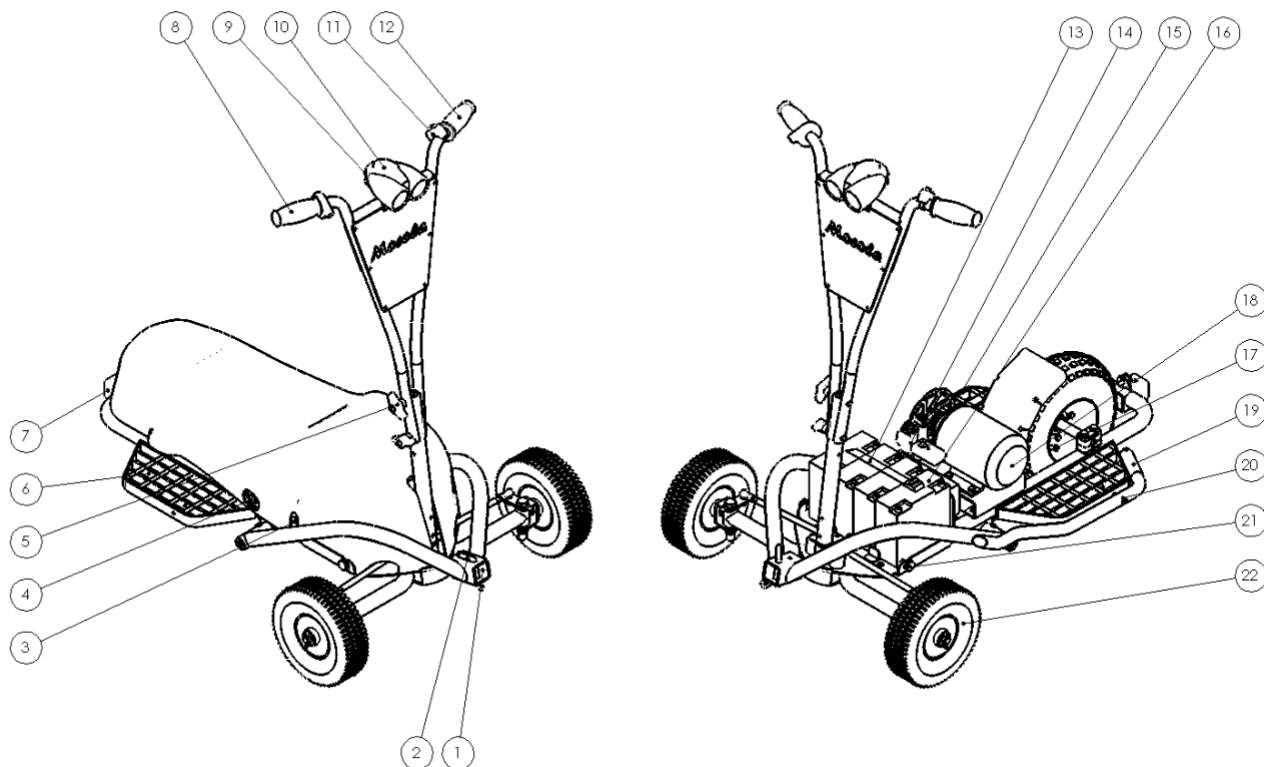
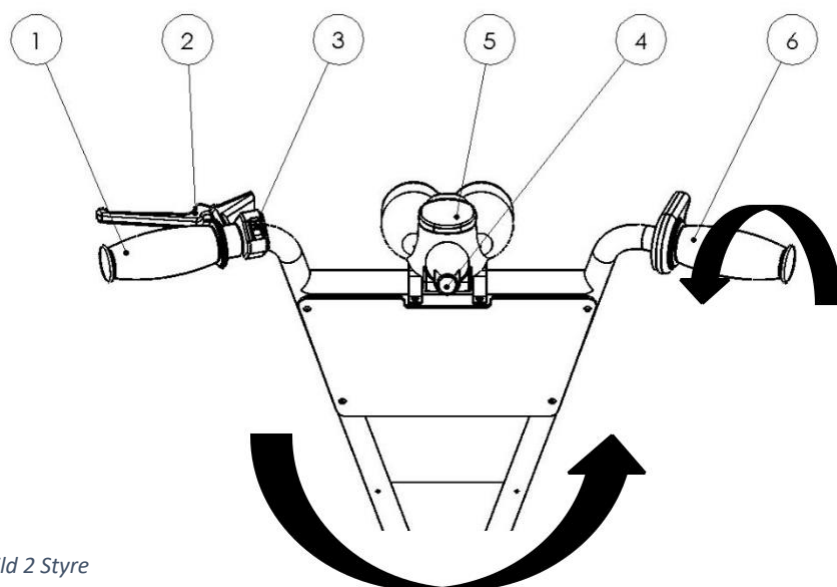

Bild 1 Mocolas funktioner
Bild 2 Styre
Förbered dig till att ange tillverkningsnumret vid kontakter med återförsäljare eller tillverkare. Tillverkningsnumret hittas på maskinens maskinskylt, som är placerad på styrcolpen. (Bild 1).
8. Före användning se till att alla skyddskåpor är monterade. Se till att alla fästen till skyddskåpan är fastsatta (21, Bild 1).
11. Vid underhåll, rengöring, justering, montering av tillvalsutrustning eller förvaring, se till att bryta strömmen från tändningslåset (9, Bild 1 Mocol Bild 1) samt från huvudströmbrytaren. (3, Bild 1).
Mocola är en trehjuligt fordon med en elektrisk transmission. Dess huvudsakliga uppgift är att vara en mångsidig maskin och på så sätt underlätta vardagliga arbetsuppgifter, samt göra arbetet njutbart. Mocola körs stående på dess fotstöd (6, Bild 1). Alla styrenheter finns på styret (Bild 2). Maskinen startas genom att tändningslåset vrids på (4, Bild 2), där följande olika lägen finns **off / on / on+lyse**. Observera att även huvudströmbrytaren bör vara i on läget (3, Bild 1). Man svänger genom att vrida styret (1 och 6, Bild 2) till vänster och till höger. Man kör framåt genom att vrida gashandtaget bakåt (6, Bild 2). Hastighetsregleringen är steglös, så genom att vrida gasreglaget kan man anpassa maskinens hastighet. Man backar genom att trycka på backknappen (3, Bild 2) samtidigt som man vrider gasreglaget bakåt. Observera att maskinen måste stanna helt innan man kan byta färdriktning. Av säkerhetsskäl är en 2 sekunders fördröjning inbyggd vid byte av färdriktning. Bromsning sker genom att bromshandtagen trycks in (2, Bild 2). När strömmen är på, tänds en röd lampa (power) (5, Bild 2). Batteriernas laddningsnivå indikeras med led-lampor.
När till exempel en plog är monterad på maskinen, då är det möjligt att lyfta plogen genom att trycka fotpedalen (19, Bild 1) nedåt (Bild 3). Arbetsredskapet kan hållas uppe genom att hålla pedalen nedtryckt med foten eller genom att låsa den med en sprint (20, Bild 1).
Maskinens acceleration från stillastående kan justeras från långsam till hastig. Accelerationen ställs in med reglaget (Bild 4), som sitter under skyddskåpan (15, Bild 1). Accelerationen blir långsammare när reglaget vrids motsols och hastigare när reglaget vrids medsols.
Mocola arbetsmaskin levereras klar att användas redan från fabriken. Maskinen är provkörd innan leverans. Styrstången kan vara i nedfällt läge vid leveransen. Fäll då upp styrstången och spänn fast den med den medföljande skruven. Efter detta kan strömmen kopplas på vid huvudströmbrytaren och tändningslåset (3, 9, Bild 1) och maskinen är klar för arbete.